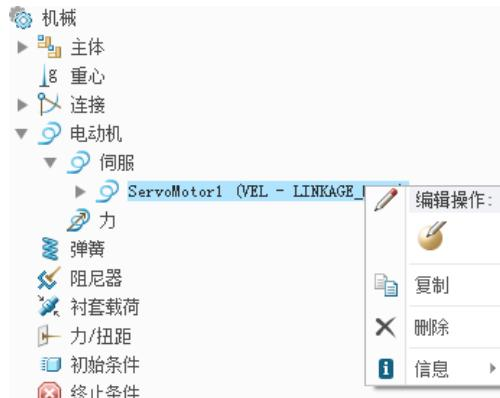

图 2.5.7 机构树
- 如果需要修改电动机的参数，可以右击图 2.5.7 所示的机构树中对应的伺服电动机节点，选择*编辑*命令，即可返回到“伺服电动机定义”对话框，可以在该对话框中重新定义参数。